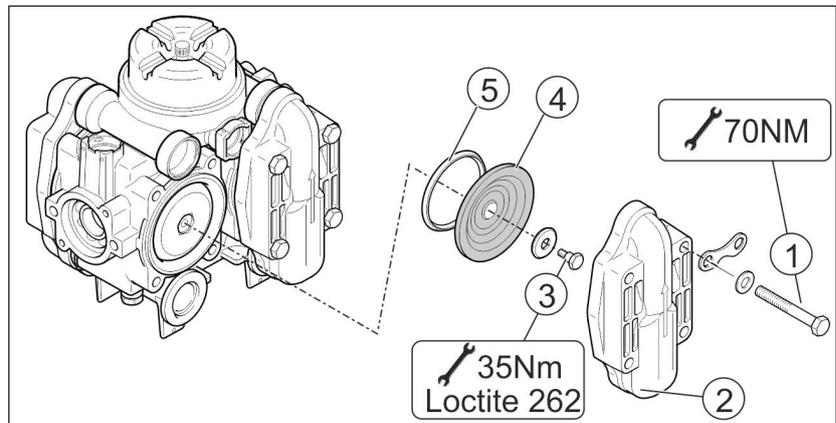

Fig. 204
1. Démontez la soupape (Fig. 204/1) et la rondelle (Fig. 204/2).
2. Insérez l'outil auxiliaire dans les rainures du couvercle (Fig. 204/3) et dévissez le couvercle.
3. Contrôlez la membrane (Fig. 204/4) et remplacez une membrane défectueuse.